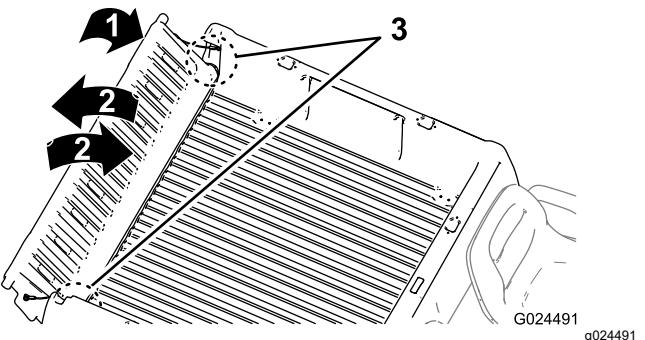

Bild 21
2. Drehen Sie die Heckklappe auf eine ungefährre Stellung von 45° (Bild 21).
3. Drehen Sie die Heckklappe mehrmals mit kurzen, schüttelnden Bewegungen (Bild 21).